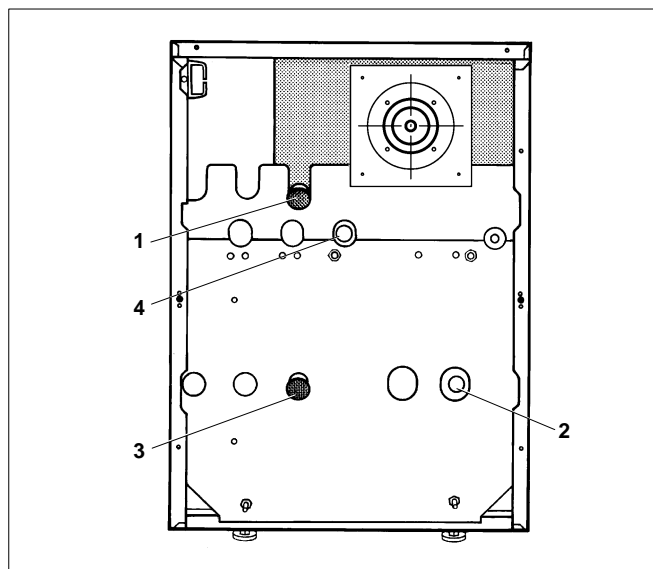

Fig. 6 Raccordements côté eau GA 124
Pour garantir le bon fonctionnement de la chaudière tous les raccords doivent être placés uniquement aux points de raccordement prévus (fig. 6). Les conduites de raccordement doivent être connectées à la chaudière sans contraintes.
- Raccorder la soupape de sécurité au départ de la conduite de sécurité (fig. 6, **pos. 1**).
- Le vase d'expansion doit être raccordé au retour chaudière (fig. 6, **pos. 3**) ou au raccord de vidange (fig. 6, **pos. 2**).
Légende fig. 6